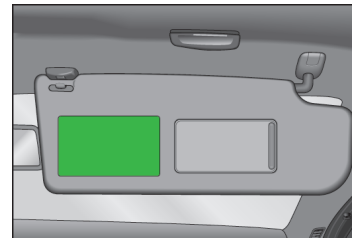

Abb. 15 Beifahrer-Sonnenblende / Aufkleber
- Auf der Beifahrer-Sonnenblende. Bei Fahrzeugen für einige Länder befindet sich auf der Beifahrer-Sonnenblende der Aufkleber » Abb. 15.